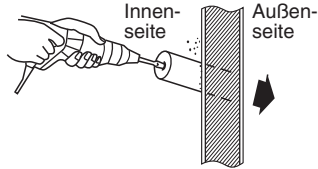

Abb. 3-20
- Die Positionen für die Anschlüsse der Kühlmittelleitungen sind in der untenstehenden Abbildung gezeigt. (Die Leitungen können in drei verschiedene Richtungen verlegt werden.) (Abb. 3-20)